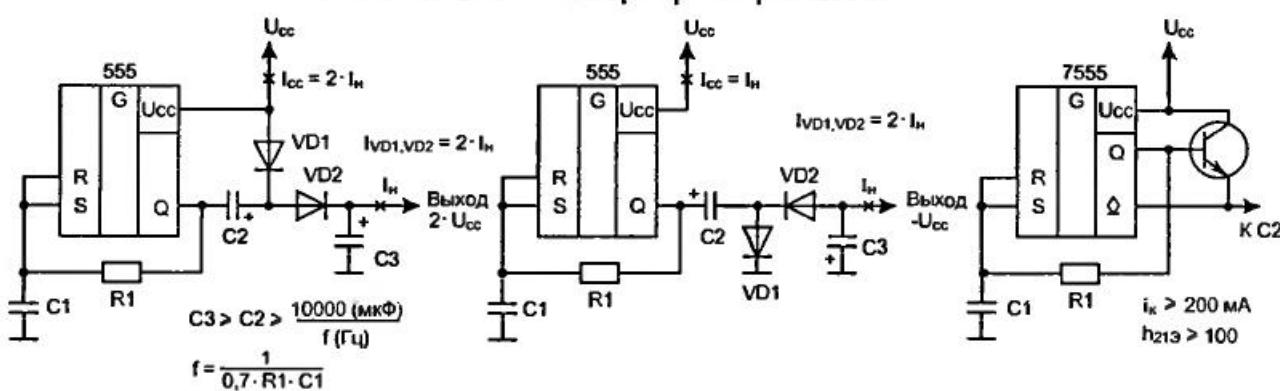

Рис. 2.12 (окончание). Схемы включения таймера 555 и его аналогов
Стандартные схемы включения таймера 555 (отечественный аналог KP1006ВИ1) приведены на рис. 2.12. Схемы не очень сложны и, на мой взгляд, в пояснениях не нуждаются. Поэтому остановлюсь только на умножителях напряжения и модуляторах.
**Подавители дребезга контактов на RS-триггере****Генераторы****Рис. 2.12 (начало). Схемы включения таймера 555 и его аналогов**
Как работает широтно-импульсный модулятор, хорошо видно из диаграмм. Длительность запускающих импульсов у такой схемы (как на рис. 2.12) модулятора должна быть как можно меньше, по крайней мере, к тому времени, как конденсатор C1 зарядится до напряжения переключения по входу R, на входе S уже должен быть установлен уровень лог. «1», который должен продержаться на нем некоторое время (примерно 1/100 от длительности импульса) для того, чтобы конденсатор C1 успел разрядиться. В противном случае возможно возникновение самовозбуждения на близкой к максимальной рабочей частоте для используемой в схеме микросхемы.